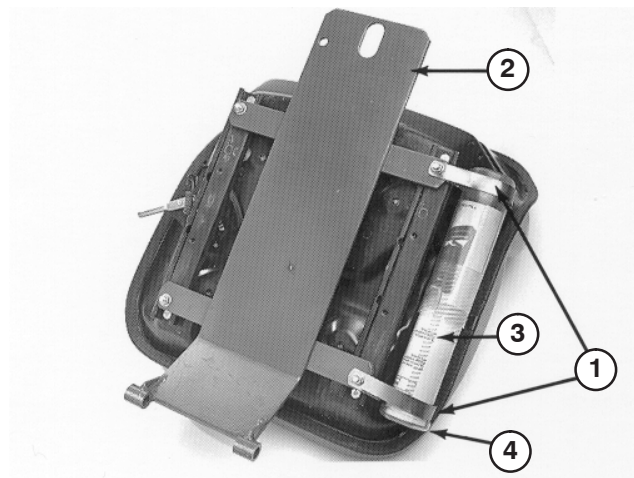

Bild 7
1. Befestigen Sie die beiden R-Schellen lose mit zwei Kopfschrauben und Flachscheiben (liegen dem Sitz bei) an der rechten Seite der Sitzunterseite (Bild 7). Setzen Sie das Rohr für die Bedienungsanleitung in die R-Schellen ein und ziehen Sie die Klemmmuttern fest (Bild 7).